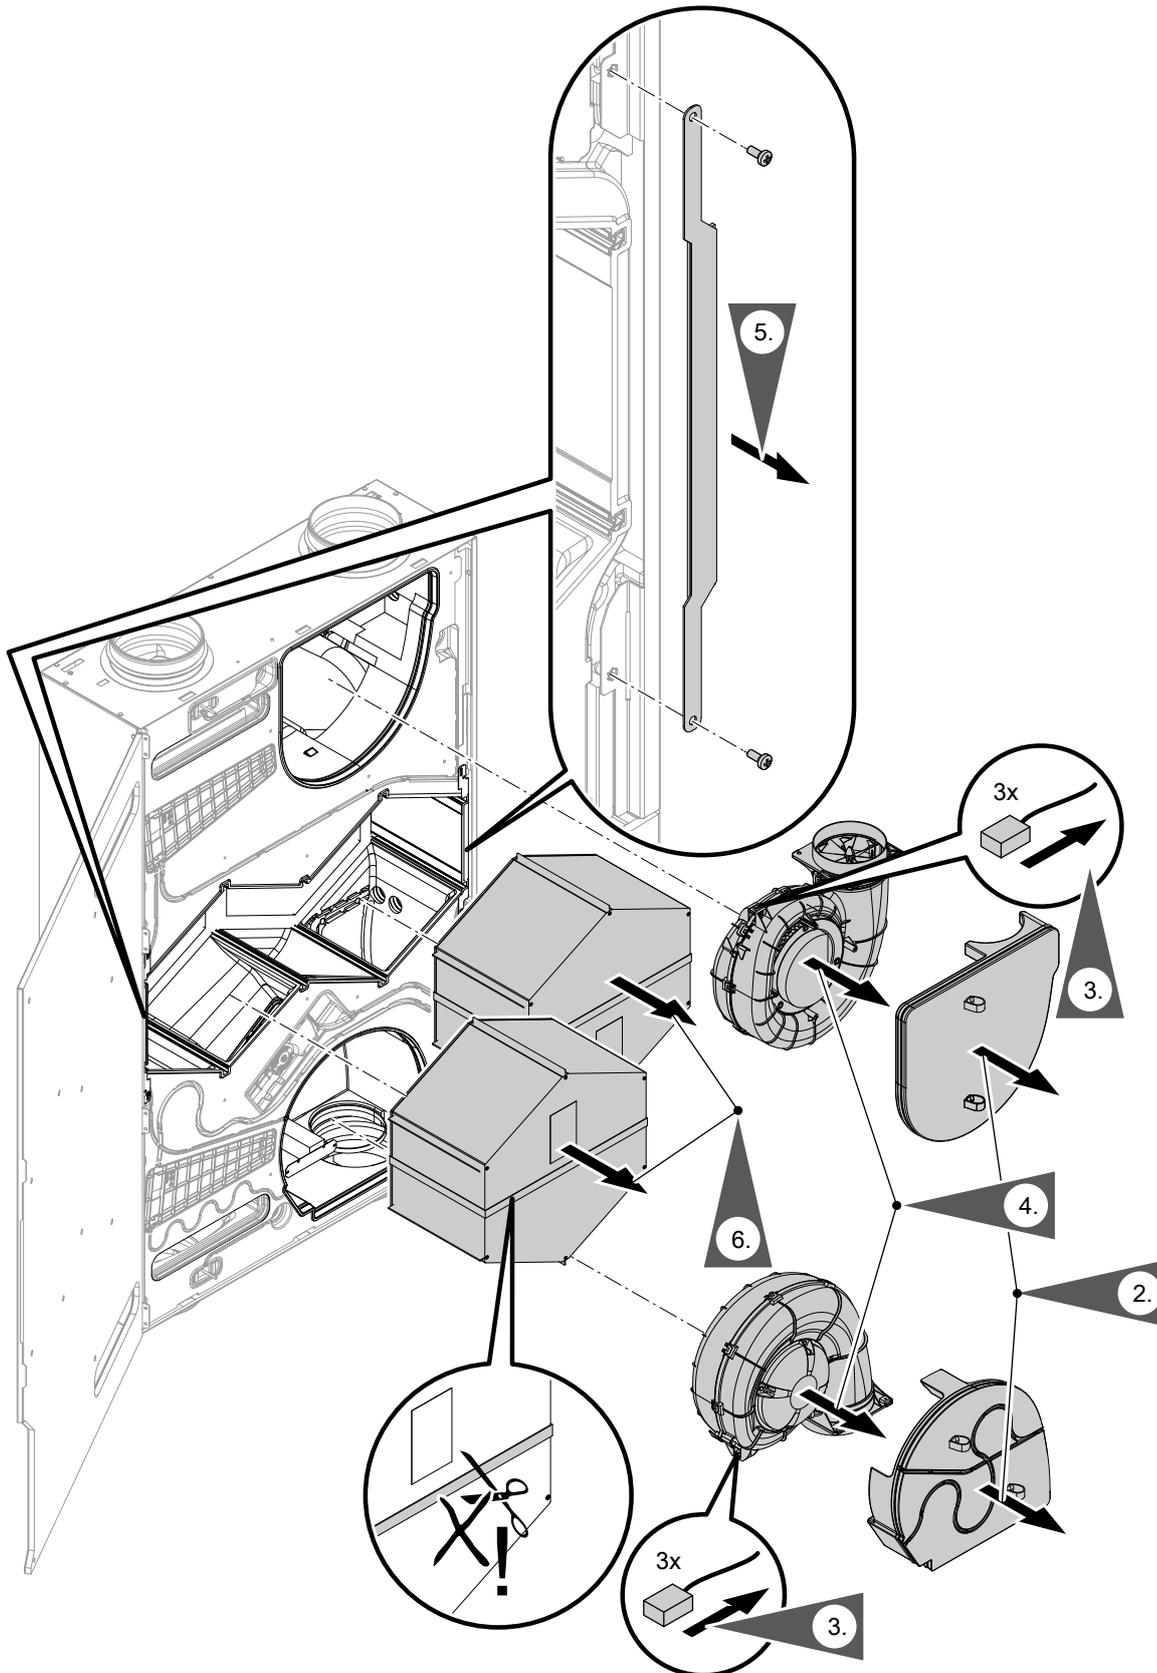

Abb. 27
3. In umgekehrter Reihenfolge zusammenbauen, siehe Abb. 27 auf Seite 33, Arbeitsschritte 4. bis 2.
1. Ventilatoren ausbauen, siehe Abb. 27 auf Seite 33, Arbeitsschritte 2. bis 4.